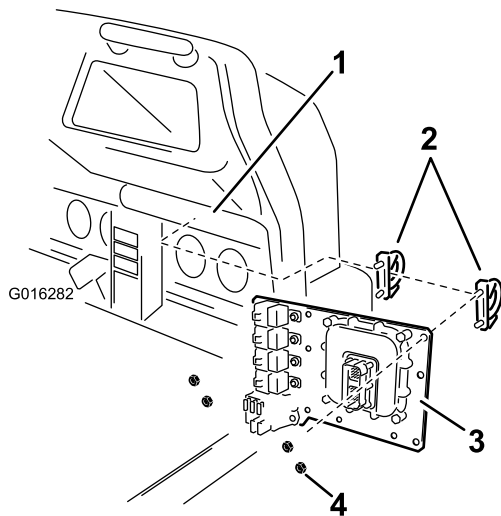

Bild 15
- B. **Workman 200-Spritzsystem:** Befestigen Sie die Montageplatte mit zwei U-Bügelklemmen und zwei Muttern (5/16 Zoll), wie in dargestellt. Bild 15.